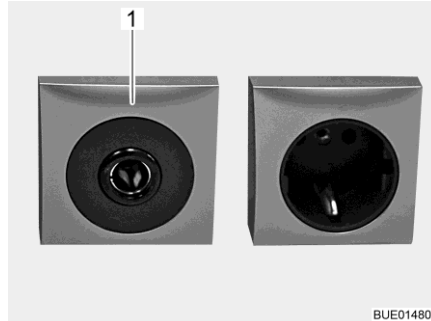

Bild 180 Steckdose 12 V/10 A
- ▷ An die Steckdosen (Bild 180,1) des 12-V-Bordnetzes nur Geräte mit maximal 10 A anschließen.